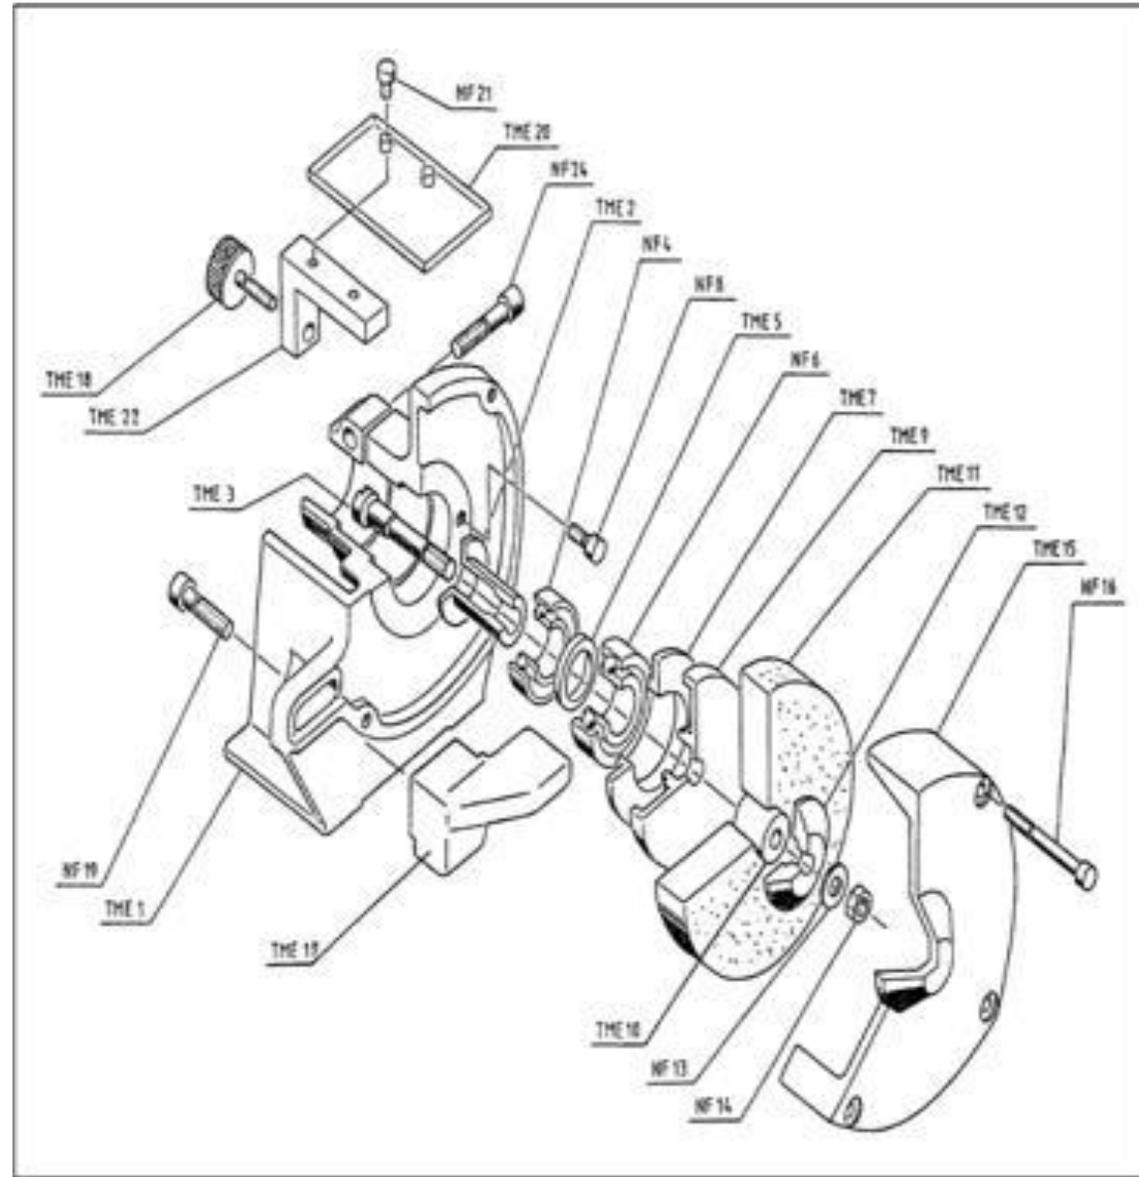

Fig 4 : Dessin en vue éclatée
6. **Dessin en vue éclatée**: Les vues éclatées représente en perspective les pièces d'un objet les unes par rapport aux autres. Elle permet de mieux comprendre le fonctionnement et le montage de l'objet Fig4.